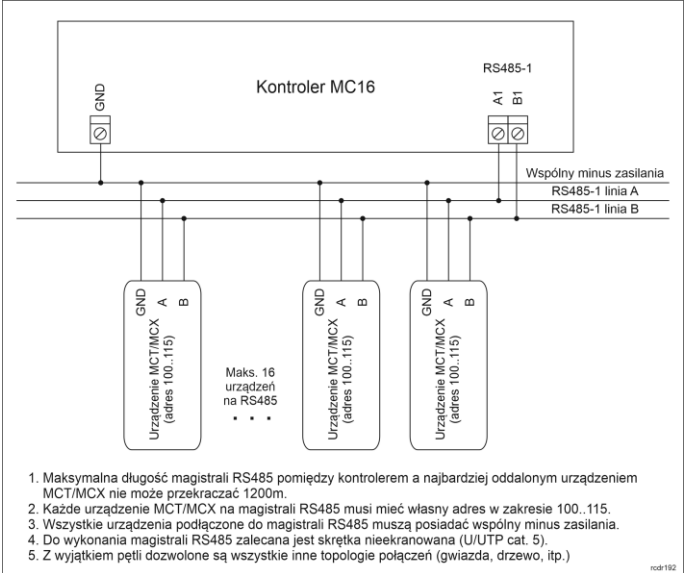

Rys. 2 Sposób otwarcia obudowy czytnika i lokalizacja styk serwisowego
Uwaga: Zdalne konfigurowanie urządzenia z programu VISO v2 możliwe jest wyłącznie wtedy, gdy założona jest zworka na styki MEM (rys. 2). Usunięcie zworki ze styków MEM blokuje możliwość zdalnej zmiany nastaw czytnika, w tym jego adresu. W fabrycznie nowym urządzeniu styki MEM są zwarte.
W systemie RACS 5 v2 czytnik może zostać zainstalowany w miejscu docelowym bez konieczności jego wcześniejszej konfiguracji. Zgodnie z notą aplikacyjną AN006 zarówno ustawienie jego adresu, jak i skonfigurowanie innych jego opcji może być wykonane za pomocą programu zarządzającego systemem kontroli dostępu VISO v2 bez dostępu do styków serwisowych (rys. 2) czytnika.
2. Zdejmij zworkę ze styków MEM (rys. 2) jeżeli jest założona.
2. Załóż zworkę na styki MEM (rys. 2).